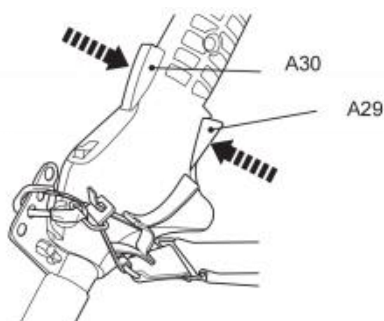

Fig. 39
10. Naciśnij blokadę przepustnicy (A30) i spust przepustnicy (A29), aby uruchomić produkt (rys. 39).